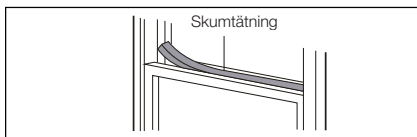

Fig. 17
7. Kapa skumtätningen till lämplig längd och täta det öppna mellanrummet mellan den övre och yttre fönsterbågen (se Fig.17).